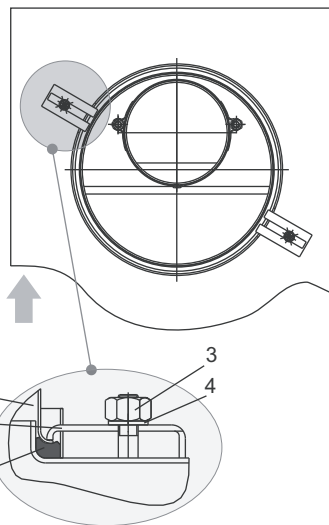

Рис. 4. Схема крепления воздуховода
6.3.8. Установить изделие проушинами (п. 4, рис.2) на шпильки крепления (п. 6, рис. 2), соединив при этом патрубок дымохода с фиксированным патрубком газохода наружного. Патрубок воздухохода (п. 1, рис. 2) разместить в кольцевом пазе котла на прокладку (базальтовый шнур). **Выставить вертикально изделие и закрепить его гайками (п. 9, рис.2), обеспечивая при этом плотный и герметичный прижим котла к воздуховоду.** Установить прижимы и закрепить ими воздуховод в пазе котла (рис. 4).